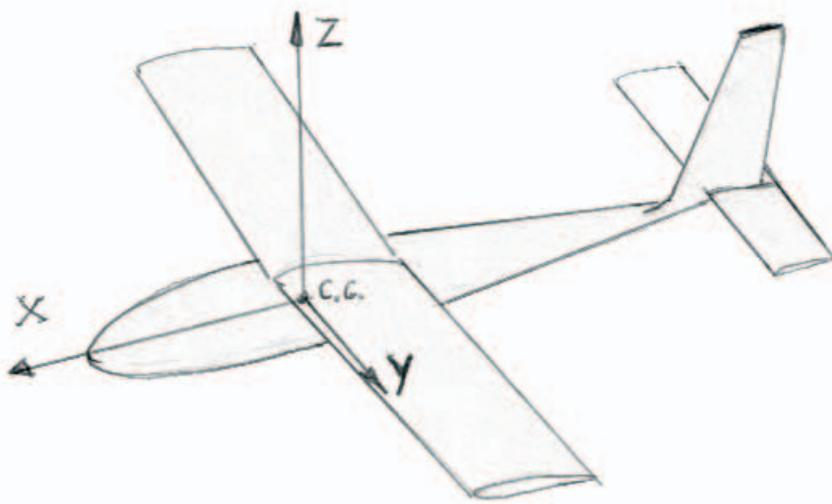

Fig. 1
**P**rima di parlare dell'imbardata inversa è opportuno definire l'imbardata. Questa, di solito, è concepita come moto d'imbardata, cioè moto del velivolo intorno a l'asse Z baricentrico (fig.1), appunto detto d'imbardata. Ma, in generale, l'imbardata è da definirsi come condizione caratterizzata dall'angolo d'imbardata, costante o variabile.